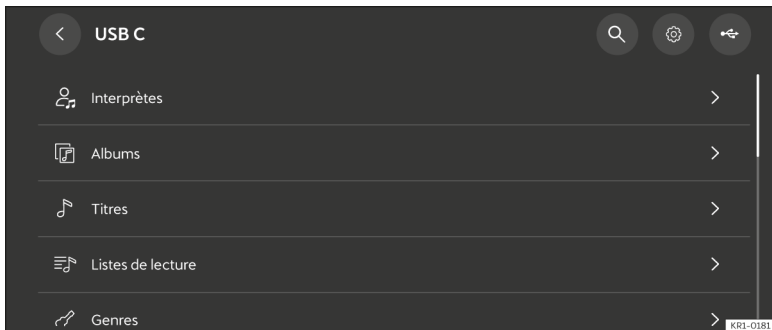

Fig. 166 Représentation schématique : Vue Multimédia.
- Appuyez sur **Menu** > **USB** >>> **fig. 166**.